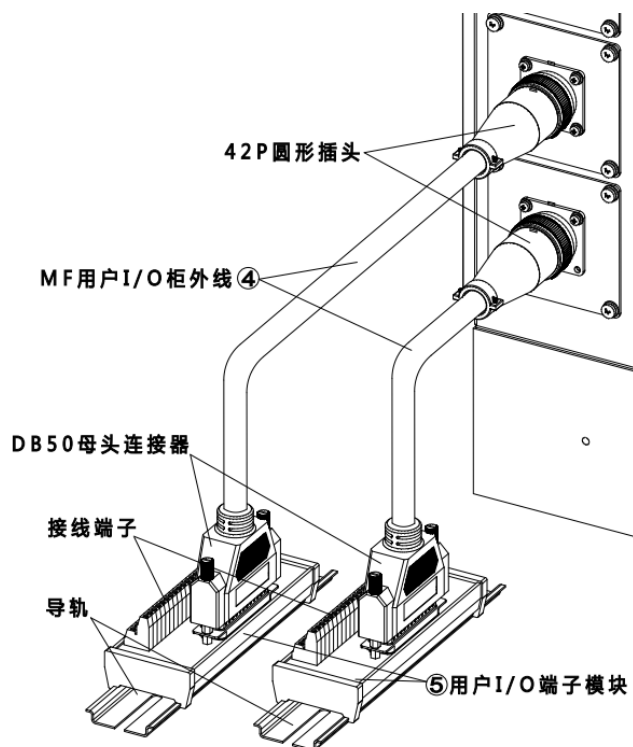

图 19-14 连接用户 I/O 端子模块
步骤4. 将④ MF 用户 I/O 柜外线带有 42P 圆形插头的一端接在柜体上的 42P 方形法兰插座上，另一端的 DB50 母头连接器接在⑤ 用户 I/O 端子模块上的 DB50 公头插座上，⑤ 用户 I/O 端子模块根据客户实际需求通过导轨固定在合适的位置。用户可通过其上的接线端子使用 I/O 功能。两个⑤ 用户 I/O 端子模块分别为 DI 模块与 DO 模块，并无硬性区分要求，根据实际使用便捷程度区分，参考图 19-14。